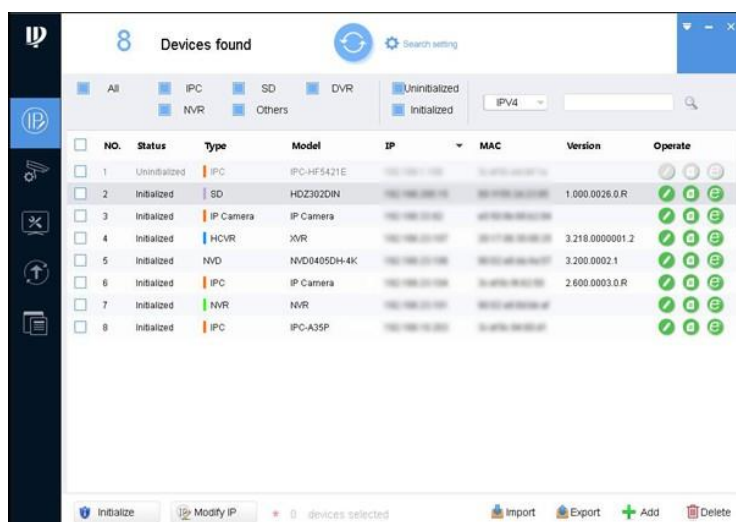

Figure 2-1. Modification de l'interface IP
L'interface Modifier IP s'affiche. Voir Figure 2-1.
- Cliquez sur Terminer. L'état du périphérique dans l'interface Modifier IP (Figure 2-1) passe à Initialisé.